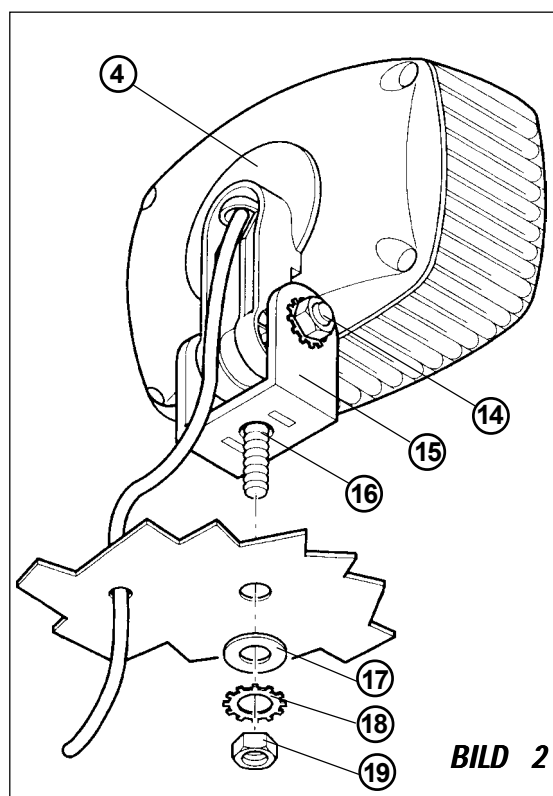

BILD 2
1) Festlegen des Montagebereiches der Leuchte CD-200. Kennzeichnen Sie die Montage-Oberfläche, wo die Bohrung für die 8 mm. Schraube (Nr. 16) und, falls notwendig, für das Durchziehen des Kabels, vorgenommen werden soll. Siehe Abbildung 2.
3) Positionieren Sie die Leuchte CD-200 auf der Montageoberfläche und verwenden Sie die Schraube (Nr. 16), die Flachscheibe (Nr. 17), die Rillenscheibe (Nr. 18) und die Mutter (Nr. 19), so wie in der Abbildung 2 dargestellt.